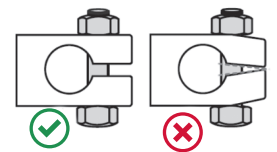

Figura 4
- No apriete excesivamente la tuerca del perno esférico superior y el perno de presión. Esto puede causar daño a las orejas del enganche (**Figura 4**)